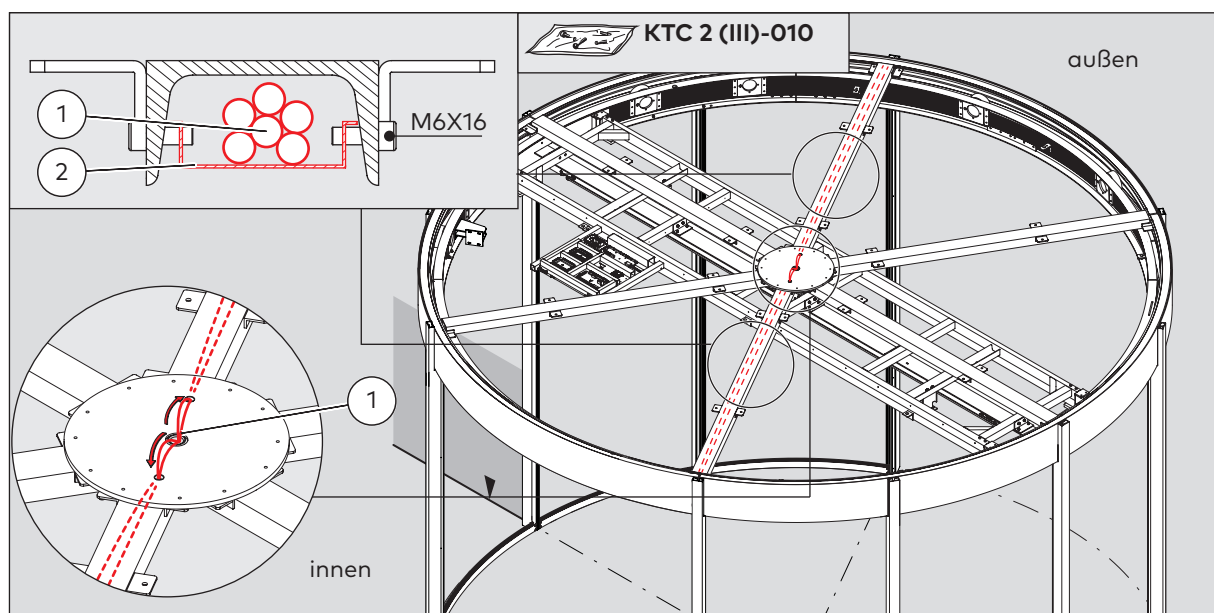

Abb. 46 Montage der Verstärkung der Laufschiene
2. Die Kabel (Abb. 46/1) durch den Kabelkanal (Abb. 46/2) führen.